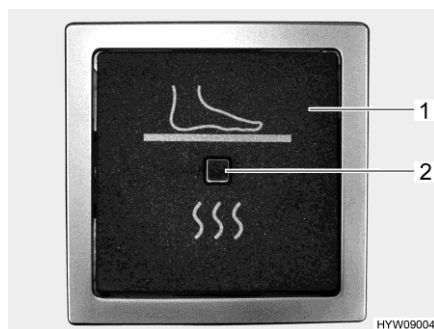

Fig. 131 Interruttore (riscaldamento elettrico del pavimento)
- Premere l'interruttore a bilico (Fig. 131,1). La spia di controllo nell'interruttore (Fig. 131,2) si accende.
- Premere l'interruttore a bilico (Fig. 131,1). La spia di controllo (Fig. 131,2) nell'interruttore si spegne.